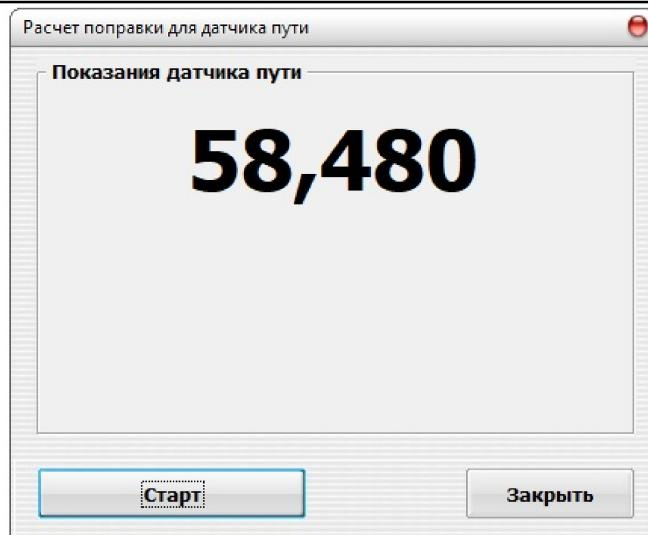

Рис. 45. Тарировка датчика пути с использованием мерного участка.
- ▲ Установить лабораторию на отметку начала мерного участка так, чтобы ось переднего колеса совпала с отметкой начала участка и в появившемся окне (рис. 45) нажать «Старт», после чего начать движение по участку. Движение производить плавно, без резкого набора скорости и резкого торможения.